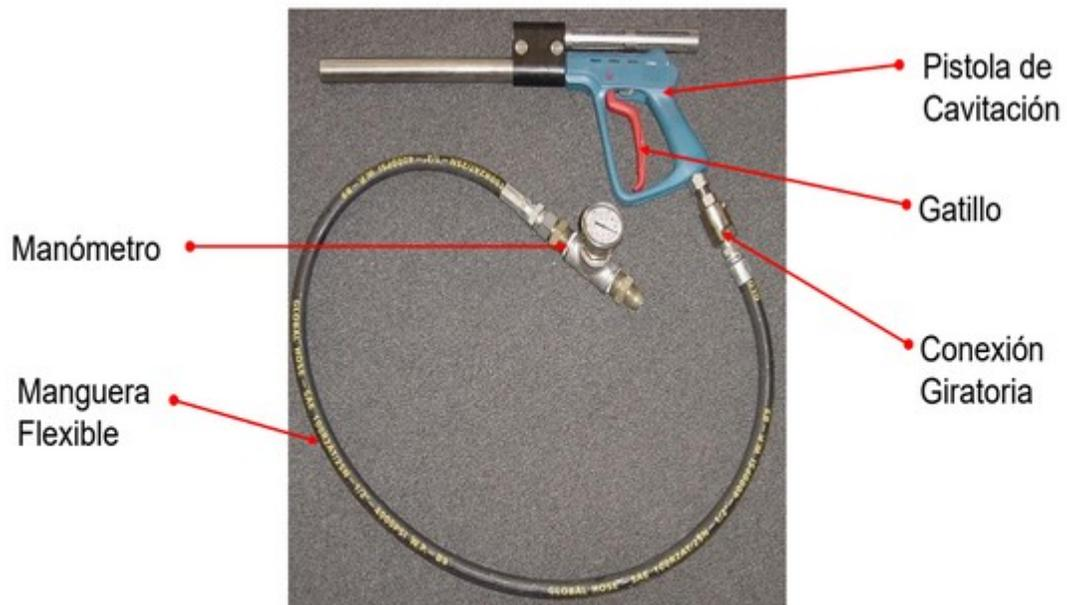

Figura 5.2 - Calibración de presión en la Pistola
- Sujete la Pistola firmemente y observe el manómetro (Figura 5.2).